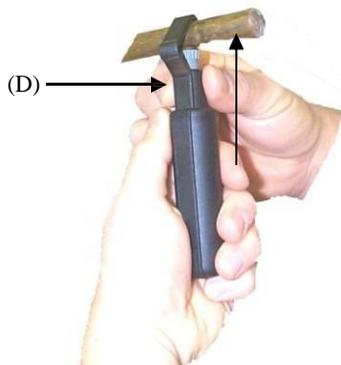

Fig. 5
**Paso 5.** (Fig. 5) Para **Corte en espiral**, tire hacia arriba del collar (D) de la herramienta para ajustar la hoja de herramienta en un ángulo para el corte en espiral. En esta posición (Fig. 6), la herramienta tendrá un pequeño espacio (E) expuesto entre el collar y el cuerpo indicando que la herramienta está configurada para el corte en espiral.